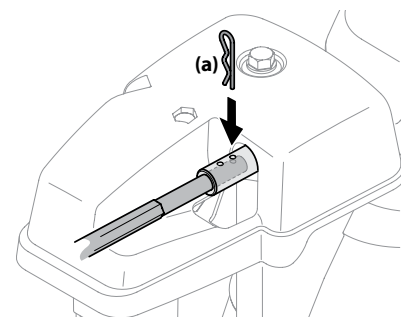

Figura 2-29
7. Empuje la varilla de control del canal hacia el tablero de control hasta que el orificio de la varilla quede alineado con el de la entrada del control del canal que esté más cerca del cabezal de control del canal, e inserte el sujetador de horquilla (a) que extrajo en el Paso 1. Consulte Figura 2-29.